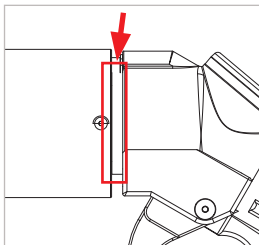

Figure 16
- ▶ Tirez le manchon de protection anti-choc (n° 1) vers l'avant. Vaporisez le lubrifiant une fois sur la zone marquée (Figure 16).